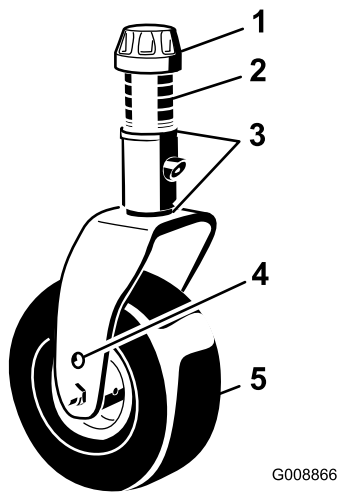

Рисунок 17
5. Снимите колпачковую гайку с вала шпинделя и извлеките шпиндель из рычага поворотного колеса (Рисунок 17).